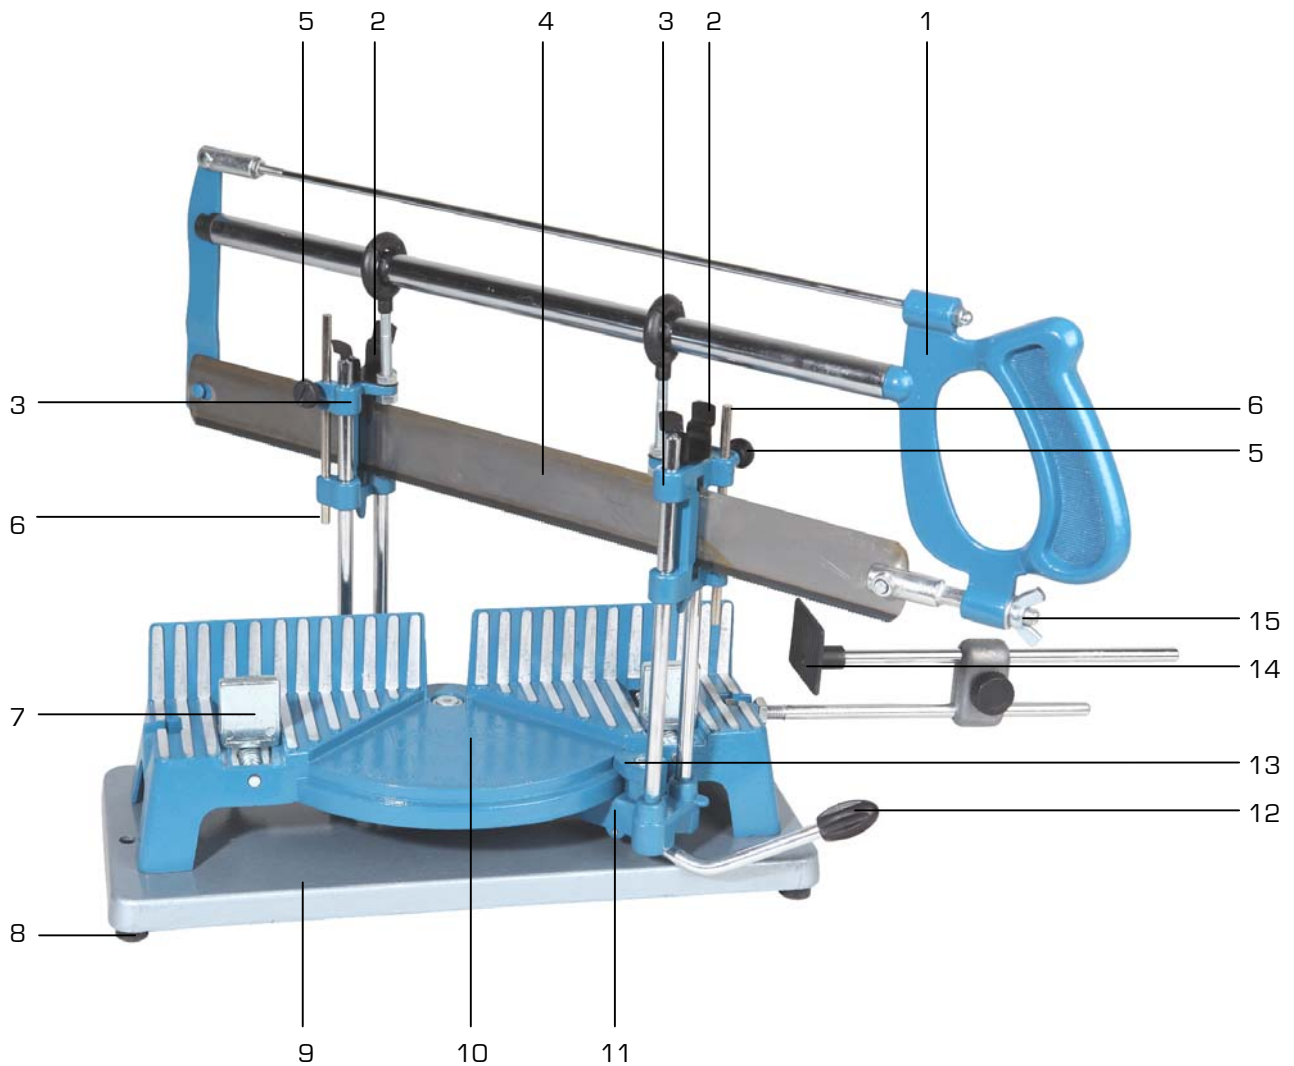

Figure 1
1. Assembler le guide d'angle pivotant (11 fig.1) avec la table de coupe (10 fig.1) en insérant la tige du guide d'angle (A) dans le trou prévu en dessous de la table de coupe.
✓ Passer la partie graduée de la table de coupe sous le repère d'angle du guide d'angle (13 fig.1).
3. Mettre les quatre patins antidérapants (C) aux emplacements prévus sous le socle (9 fig.1).
4. Fixer la table de coupe (10 fig.1) sur le socle (9 fig.1) à l'aide des quatre vis type BTR se trouvant fixées sous les quatre pieds de la table de coupe (D).
5. Mettre en place la monture de la scie (1 fig.1) en insérant les coulisseaux dans les quatre tiges du guide d'angle (11 fig.1).
6. Emboîter les deux mors de serrage (E) dans les plaques en forme de queue d'aronde placées sur les vis sans fin de la table de coupe (10 fig.1).
7. Insérer l'écrou de la butée de coupe (14 fig.1) dans l'encoche de la table de coupe (10 fig.1) et serrer le contre-écrou (F).
2. Suspendre la scie aux barres de guidage du guide d'angle pivotant à l'aide des doubles ressorts à lame (2 fig.1).
4. Régler le guide d'angle à 90° (11 fig.1) à l'aide du levier de réglage d'angle (12 fig.1) et serrer la vis du repère d'angle (13 fig.1).
5. Ouvrir suffisamment les mors de serrage (7 fig.1).
6. Positionner correctement la pièce à couper sur la table de coupe (10 fig.1) à la longueur souhaitée.
8. Descendre la monture de la scie (1 fig.1).
9. Régler les butées de profondeurs de coupe (6 fig.1).